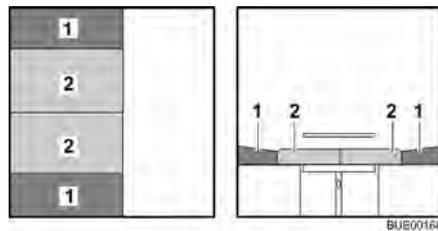

Fig. 82 Après la transformation
- Tirer les coussins d'assise (Fig. 82,2) vers le centre.
- Placer les coussins de dossier (Fig. 82,1) entre les coussins d'assise et la cloison.